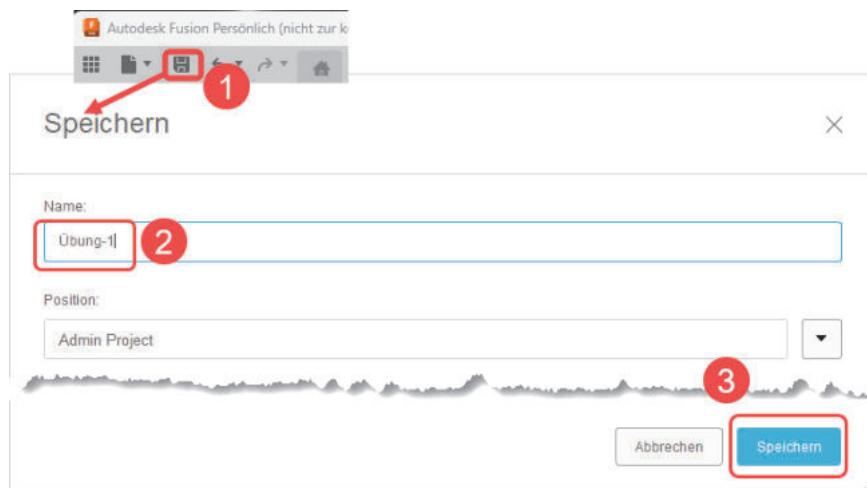

Abb. 1.16: Speichern der Konstruktion
Die Konstruktion können Sie nun speichern ❶ (Abbildung 1.16) und dabei einen Namen vergeben ❷. Mit SPEICHERN ❸ wird sie standardmäßig nicht auf Ihrem Computer abgelegt, sondern in der Cloud von Autodesk unter Ihrer Benutzerkennung. Zum Speichern auf Ihrem Computer müssten Sie SPEICHERN|EXPORTIEREN wählen.